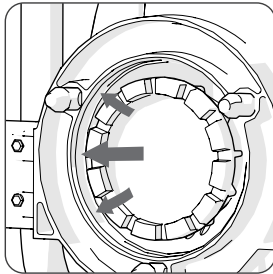

Abb. 10 (Pfeile zeigen
- Die Passringe sollten stets sauber und frei von Schmutz sein. **(Abb. 10)**